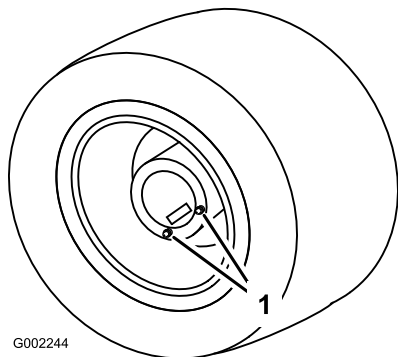

Figure 80
1. Placez le pulvérisateur sur une surface plane et horizontale et positionnez les roues arrière pour la vidange (Figure 80).
3. Placez un bac de vidange sous les bouchons de vidange et retirez les bouchons de la roue (Figure 80).